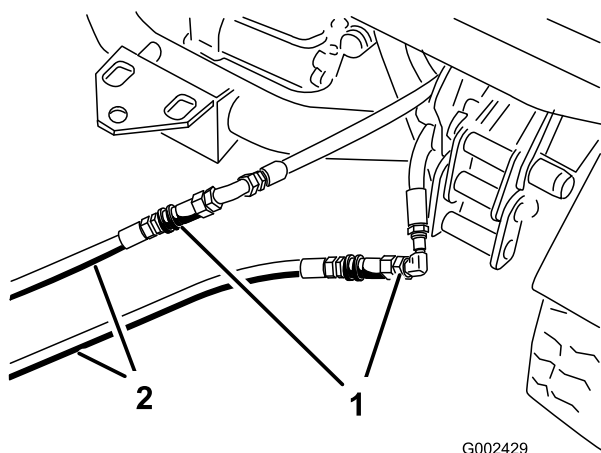

図 72
3. 故障しているワークマンのカップラ・ホースに、救援用ホースをつなぐ（図 72）。使用しないフィッティングにはキャップをかぶせておく。